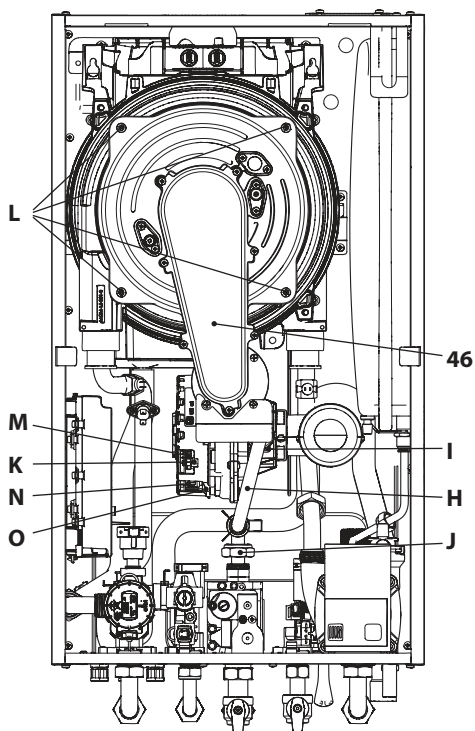

Figura 9.12
Extracción del grupo quemador-ventilador 46 en la Figura 9.12.
- Introduzca un destornillador plano en el entrante K del conector M y haga palanca hacia abajo. Al mismo tiempo desconecte el conector M tirando de él de frente (Figura 9.12).
- Desconecte el conector del ventilador N presionando el gancho de plástico O situado debajo del conector (Figura 9.12).
- Desenrosque las tuercas L y extraiga el grupo quemador-ventilador 46 (Figura 9.12).